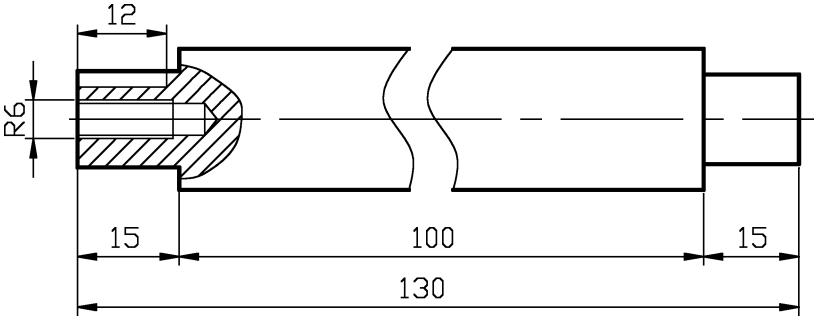

图 5-88 尺寸标注练习
- 7) 绘制如图 5-88 所示零件示意图，利用本章所学内容创建一个名为“标注 1”的标注样式，并运用线性标注、连续标注、对齐标注等工具为其添加尺寸标注。